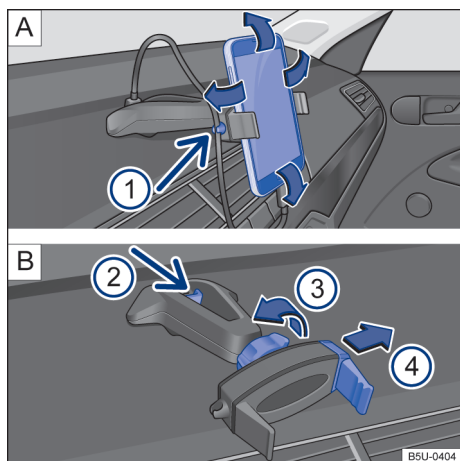

Fig. 201 No console central: suporte para smartphone e ajustes.
- Segurar o suporte com uma mão e pressionar o botão de destravamento → **Fig. 201 B ②** (seta).
- Com a haste → **Fig. 201 B ④** deslocar no sentido da seta, e instalar o smartphone no alojamento.
- Com a outra mão deslocar a haste → **Fig. 201 B ④** até que seja possível remover o aparelho do alojamento.
- Colocar o cabo USB na entrada carregador USB do suporte existente no painel de instrumentos → **Fig. 201 A**.
- Prender o cabo no suporte → **Fig. 201 A ①**.
- Para liberar o movimento do suporte, girar a trava → **Fig. 201 B ③** no sentido contrário da seta.
- Para fixar a posição, girar a trava no sentido da seta **③** → **Fig. 201 B** até a fixação total do suporte.
O suporte para smartphone tem garantia de 3 anos, com exceção da haste deslizante (garra) → Fig. 201 [B] ④ que tem garantia de 1 ano.